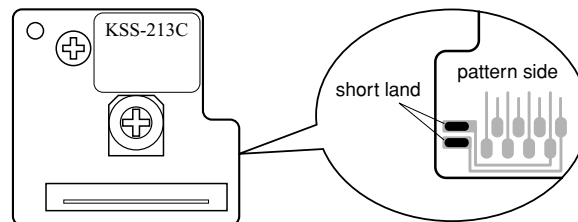

Fig. 2-1
- LD terminals are factory-strapped before shipment to protect LD from electrostatic discharges during transportation. (Fig. 2-1) After connector insertion, unstrap the LD terminal with a soldering iron.
- LDの端子は、出荷時に輸送による静電破壊防止のためショートされています。(Fig. 2-1) ショート部の解放はコネクターを差し込んだ後、半田ゴテで行なってください。